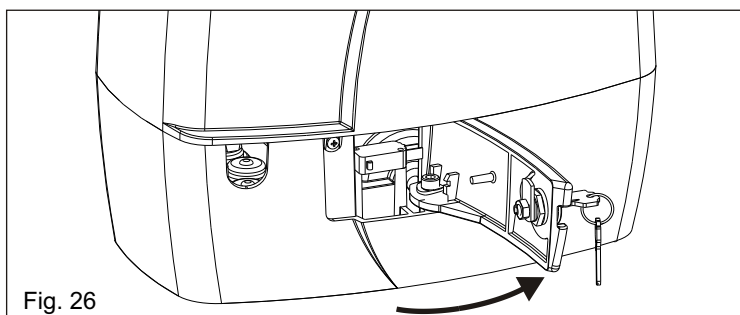

Fig. 26
- Tirar la palanca de desbloqueo hasta el golpe, 90° alrededor (Fig. 26).